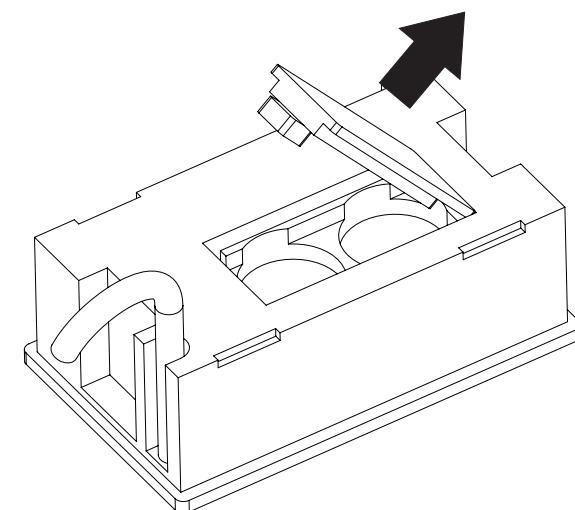

Рис.2
4. Откройте крышку и произведите замену батареек (см рис. 2). Для работы термометра требуются две батарейки типа LR44, напряжением 1,5 В.